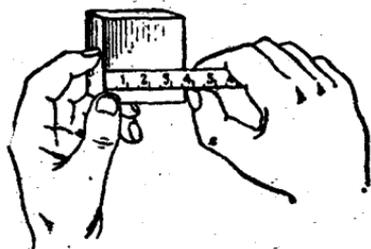

图 2
(1) 测量方形工件的长度。把钢尺如图 2 那样放在工件上面，一端和工件对齐，从另一端读出工件的长度。这时应当注意：①钢尺应当和工件的侧边平行，如果放斜了，量得的结果就比实际尺寸要大。②